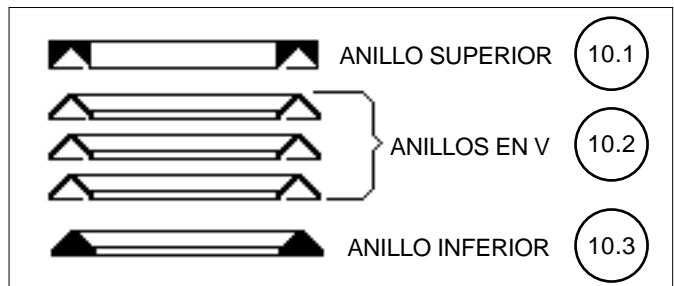

Figura 6: Empaque
- 13. Para empaquetadura TFE-V (**Construcción estándar**) deslice los nuevos anillos de empaque en V-(10.1) (10.2) (10.3) sobre el extremo roscado del vástago (4) como se indica en la Figura 6. **NO INVIERTA LOS ANILLOS DE EMPAQUE (10).**